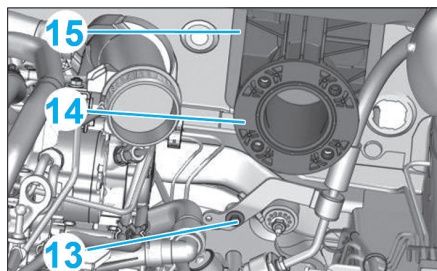
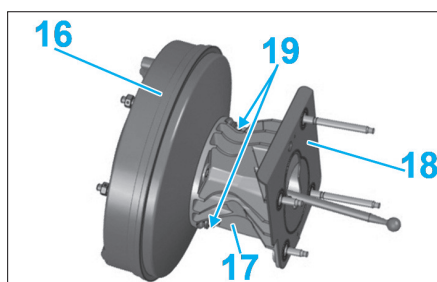

Fig. 46
Fig. 47
- la vis (13) (Fig.46),
- le support (14),
- le joint (15).
- Déposer le servofrein (16) avec son support (17) (Fig.47).
- le joint (18),
- les écrous (19),
- le servofrein (16),
- le support (17).